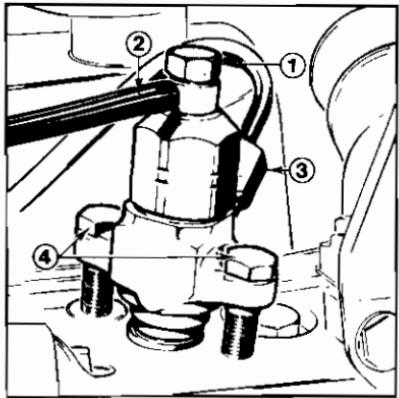

Fig. 22 Dysen tas ut
1. Ta av bolten øverst på dysen. Bolten holder avtapningsrøret fast til dysen. (Fig. 22).